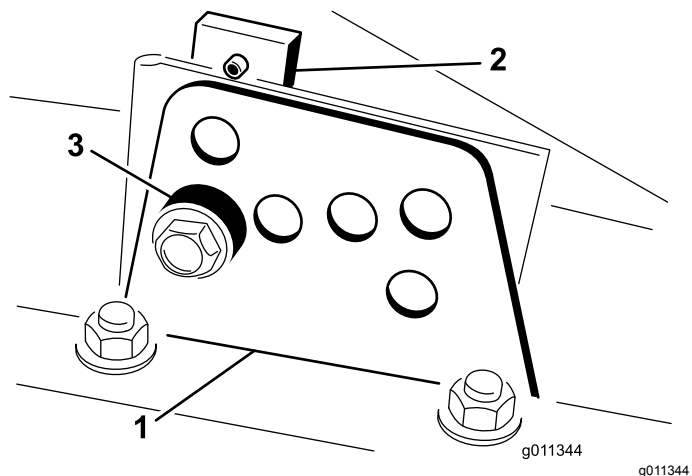

図 15
2. 図 15 のように、各刈り高ブラケットを刈り高プレート前と右と左に固定しているボルトをゆるめる。
4. チェンバを支えておきながらスペーサを取り外す 図 15。